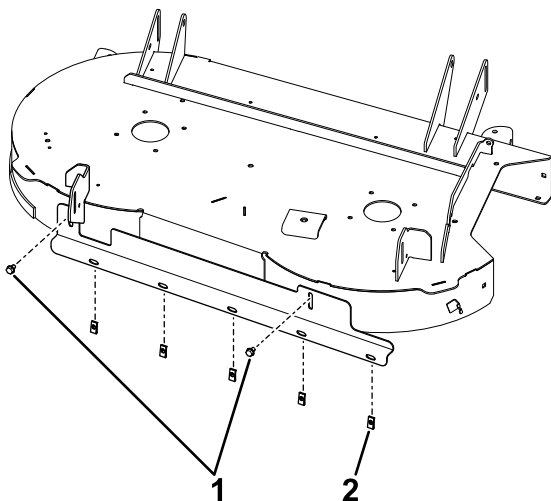

Figure 5
4. Fixez le support sur le tablier à l'aide de 2 boulons autotaraudeurs (Figure 5).
5. Placez 5 écrous rapides dans les trous libres du support (Figure 5).